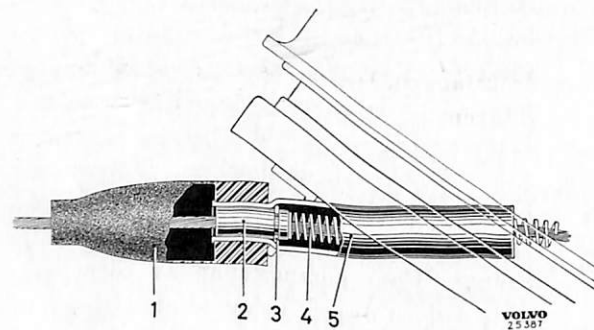

Bild 33. Vajerstyrning.
- Träd vajern och styrhysan genom stödet i karossen och vidare genom röret i bromsskölden samt montera låsbrickan (3) och för in styrhysan i sitt läge, se bild 33. Montera vajern till hävarmen. Kräng på gummikåpan.